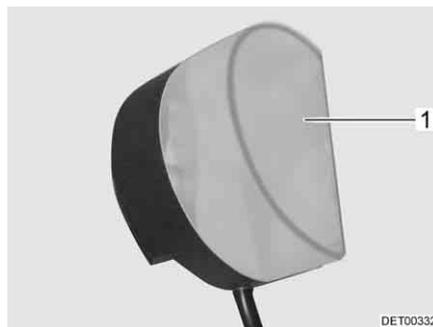

Fig. 279 Lámpara del armario ropero
- Comprimir ligeramente la cubierta de la luz (Fig. 279,1) y retirarla.